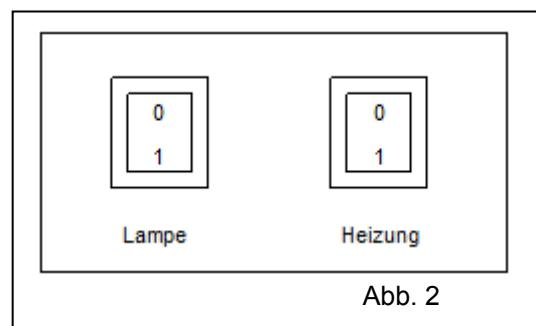

Abb. 2
3.3 Betrieb des oberen Heizelements (Abb.2)